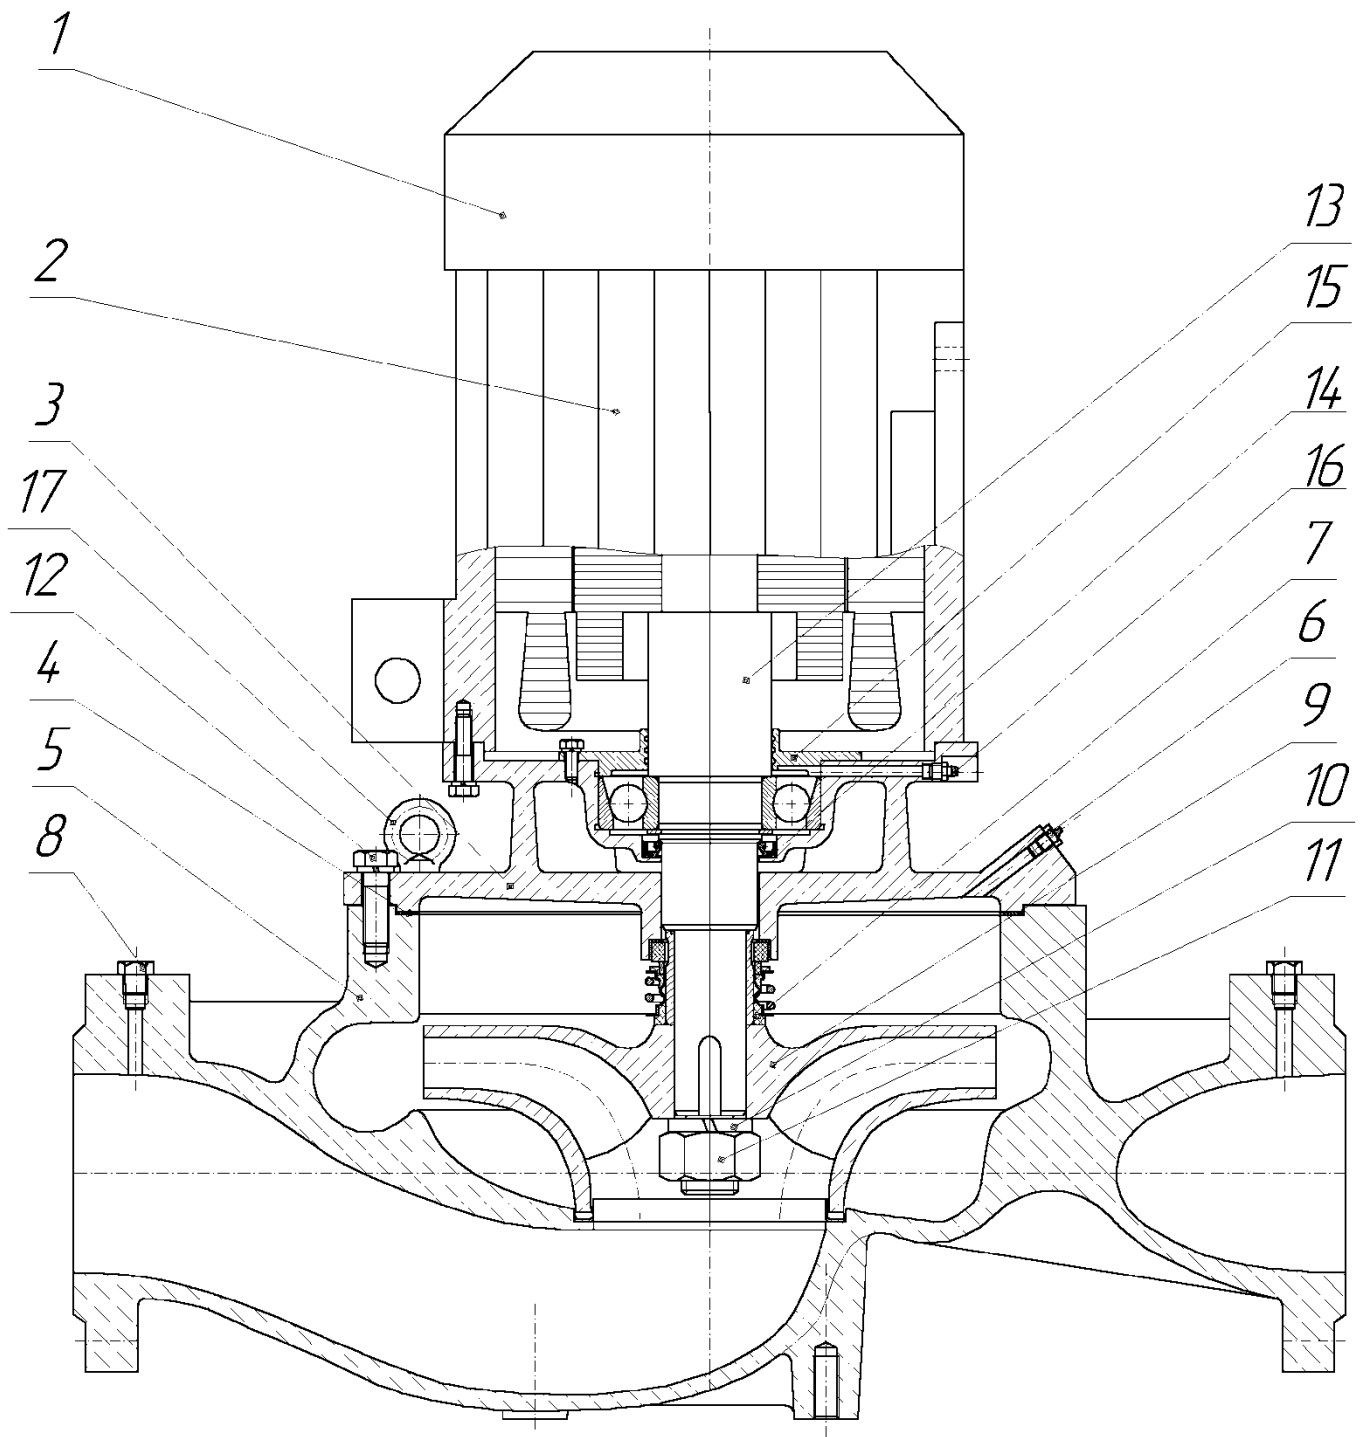

Рис. 3. Электронасос ЦМЛ.
3. Открутить болты поз. 12. (рис. 3) соединяющие проставку поз. 3. с корпусом спиральным поз. 5;